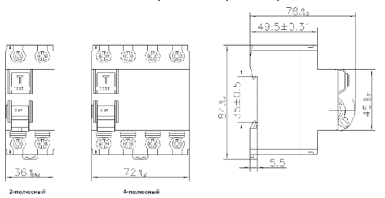

Рис. 1
4. Габаритные и установочные размеры в мм (Рисунок 1). Используйте ТН35-7.5 дин-рейку для монтажа. Габаритные размеры см. Рис.3.